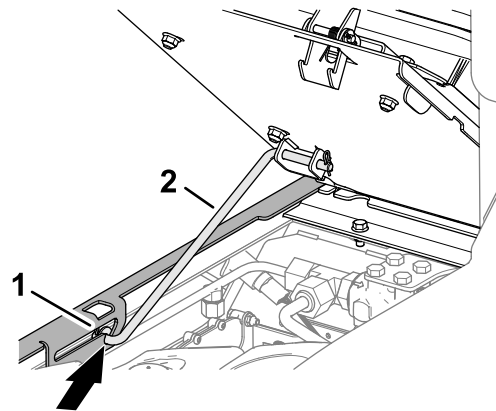

**Figura 62**
1. Mova o trinco do banco para fora (Figura 62).